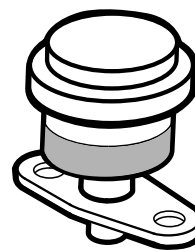

Figura 33
Effettuate la manutenzione del filtro primario dell'aria solo quando la spia (Figura 33) lo richiede. Sostituendo il filtro dell'aria prima del necessario si aumenta il rischio che la morchia penetri nel motore quando si toglie il filtro.
1. Controllate l'indicatore di ostruzione del filtro. Se la spia è rossa, sostituite il filtro dell'aria (Figura 33).